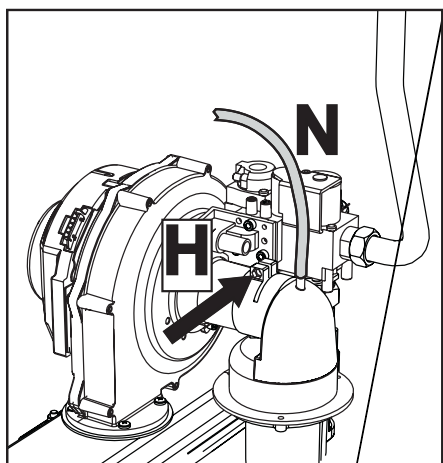

Рис. 64
3. Снимите компенсационную трубку «N» и ослабьте винт «H» (см. рис. 64).